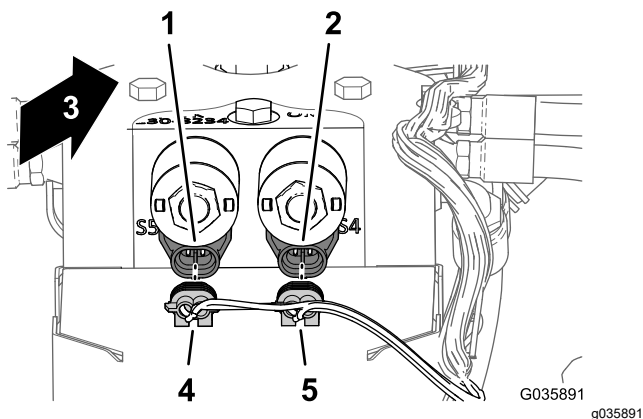

Рисунок 27
2. В задней части коллектора подъемного цилиндра подсоедините два электрических разъема жгута проводов стрелы с ультразвуковым выравниванием к электромагнитам управления включением ультразвукового выравнивания, как показано на Рисунок 27.